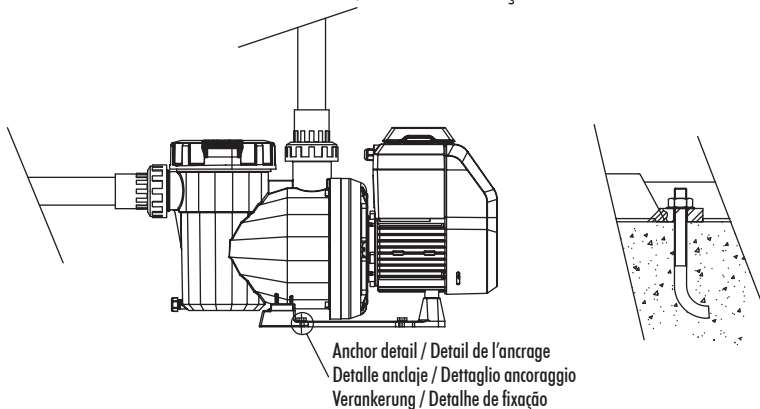

FIG. 2
- Para realizar a ligação da tubagem, encaixar a tubagem nas uniões, fornecida juntamente com a bomba; as uniões às bocas de aspiração e impulsão da bomba são de rosca e utilizam juntas de estanquidade para evitar a perda de água (Fig. 2).
- Realizar a instalação da tubagem de impulsão de forma perpendicular e bem centrada em relação à entrada onde vai ser ligada para evitar que a bomba e a tubagem sejam submetidas a esforços externos que, para além de dificultarem a montagem, poderiam levar à rutura destas (Fig. 2).
- Instalar a tubagem de aspiração com uma ligeira inclinação para a bomba, na ordem dos 2%, evitando a criação de bolsas de ar (Fig. 2).